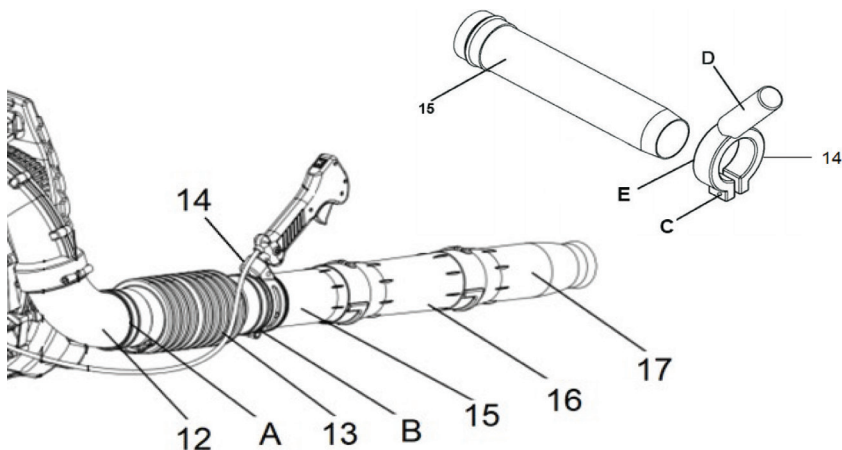
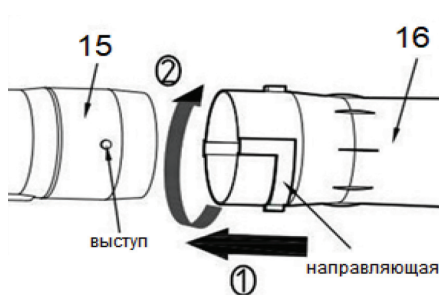

Рис. 2
Рис. 4
1. Установите гибкую трубу (13) на угловое колено (12) и закрепите его хомутом (А), используя отвертку (рис. 2).
2. Вставьте опорную трубу для установки рукоятки управления (15) в гибкую трубу (13), и закрепите ее хомутом (В), используя отвертку (рис. 2).
3. Установите опору рукоятки управления (14) на трубу (15), выставьте удобное положение и зафиксируйте ее винтом (С) (рис. 2).
4. Закрепите кабель рукоятки управления фиксатором (F) к гибкой трубе (13).
5. Выровняйте расположение направляющей на опорной трубе (15) с выступом на удлинительной трубе (16) (рис. 4). Вставьте трубы одну в другую и поверните трубу (16) на 90° по часовой стрелке, чтобы она прочно зафиксировалась.